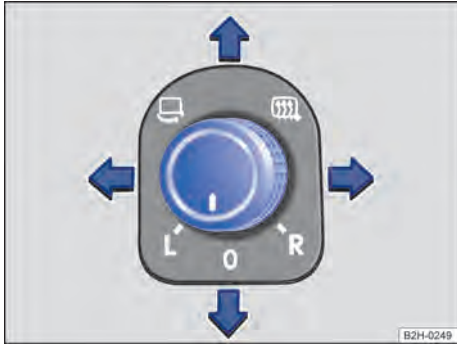

Fig. 82 En la puerta del conductor: mando giratorio de los retrovisores exteriores.
2. Gire el mando situado en la puerta del conductor hasta el símbolo deseado → Fig. 82.